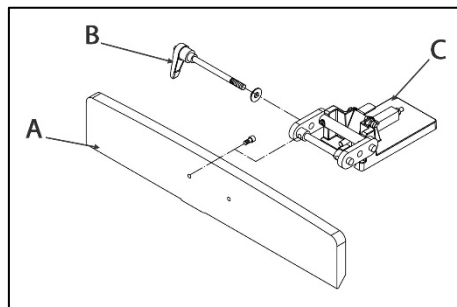

Рисунок 4.
Прикрепите направляющую (A) параллельного упора (рис. 4) к каретке (C) при помощи двух винтов M8×20 и двух пружинных шайб 8 мм.